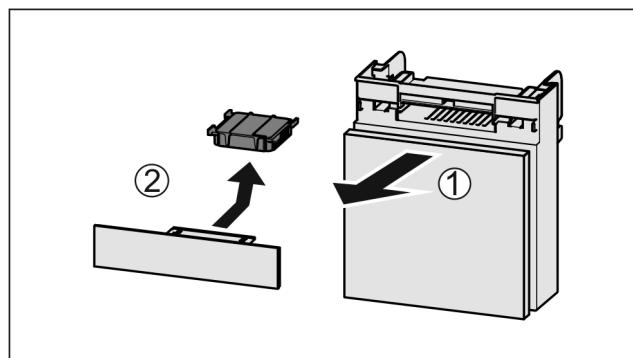

Fig. 135
- Retire el compartimiento hacia delante Fig. 135 (1).
- Retire el filtro de carbón activo Fig. 135 (2).